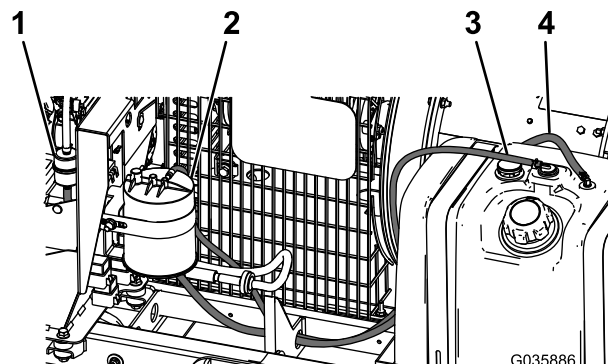

Figure 8
9. Raccordez le flexible au réservoir de carburant et au filtre à carburant à l'aide des colliers que vous avez retirés précédemment, comme montré à la **Figure 8**.
10. Raccordez le flexible de 1,5 m au réservoir de carburant et au filtre à charbon actif à l'aide des colliers que vous avez retirés précédemment, comme montré à la **Figure 8**.